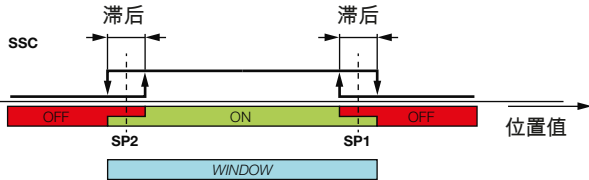

图 6-4: 窗口模式的示例
- 窗口模式 (windowed mode, 图 6-4) : 值 : 2